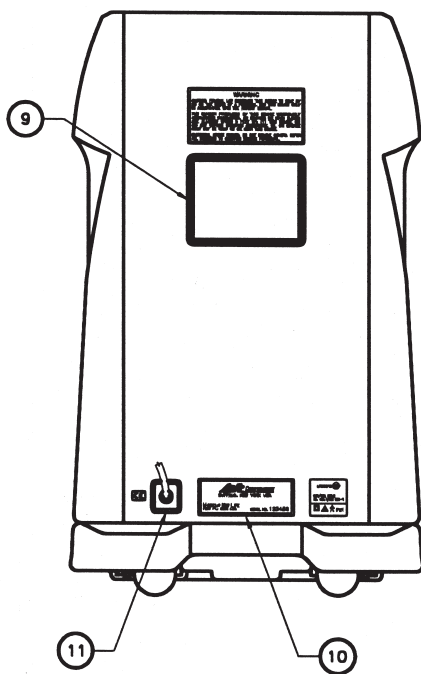

Fig. I.2
I. 2. Face arrière (Fig. I. 2)	3-FR
I. 2. Face arrière (Fig. I. 2)